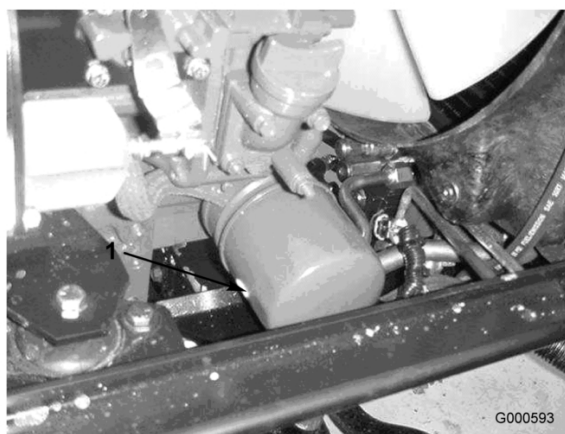

Bild 32
2. Entfernen Sie den Ölfilter (Bild 32). Ölen Sie die neue Dichtung am Ölfilter leicht mit frischem Öl ein, bevor Sie den Filter eindrehen. Ziehen Sie nicht zu fest.